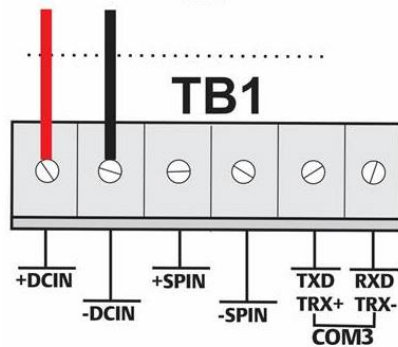

Figure 8. Câblage vers l'alimentation c.c.
- Insérez chaque extrémité de fil dénudé dans le connecteur correspondant et fixez le câble (reportez-vous à la *Figure 8*).